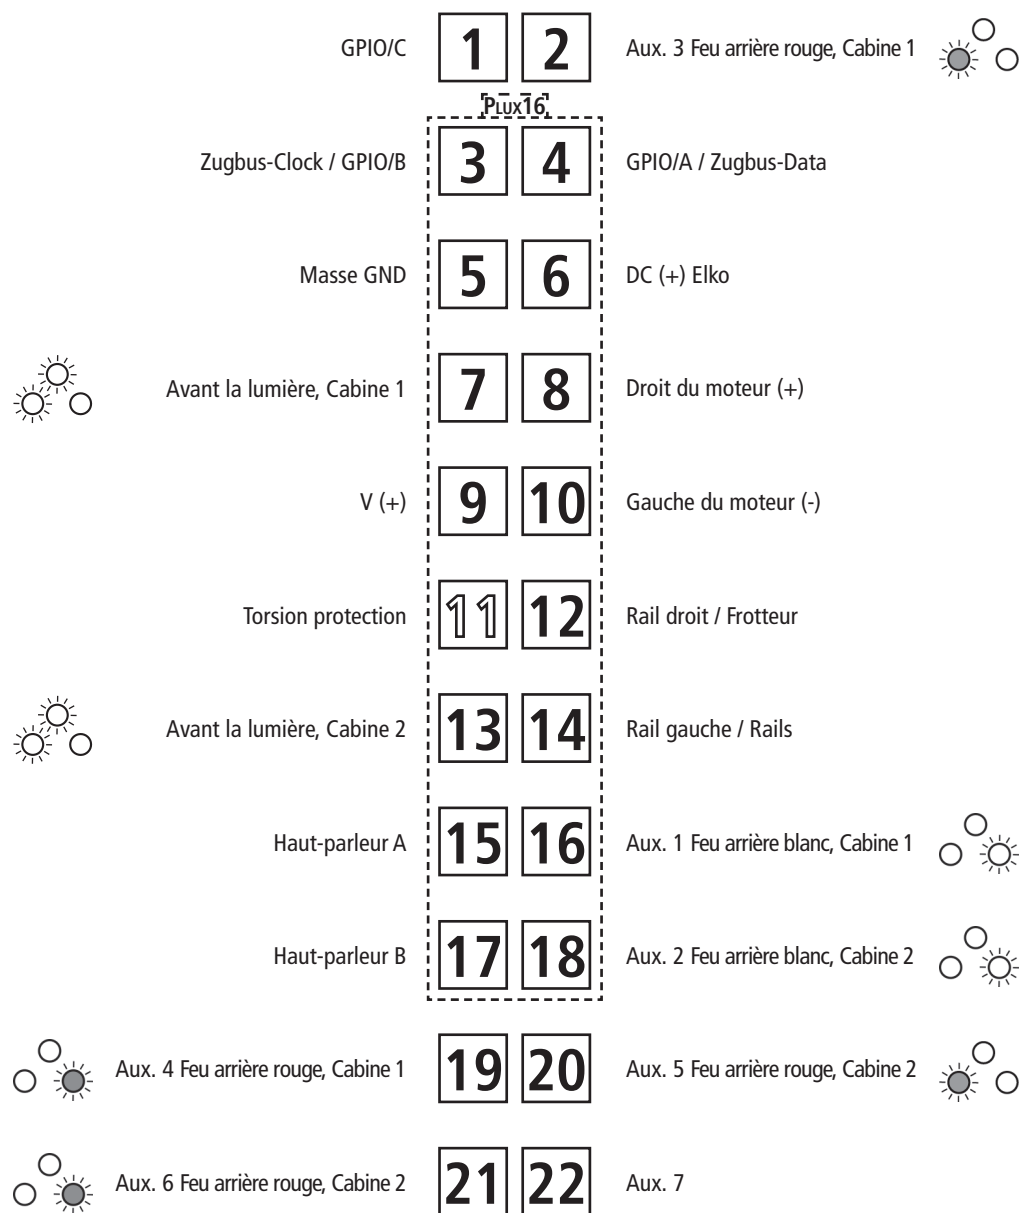

Fig. 6
2. Graissage: N'appliquez **qu'une toute petite goutte** aux endroits indiqués par le plan de graissage (fig. 6) après avoir démonté la caisse de la locomotive (fig. 3). Nous vous recommandons le **graisseur à huile Roco réf. 10906**. Pour graisser les engrenages (roues dentées, vis sans fin) nous vous conseillons la **graisse spéciale Roco réf. 10905** pour engrenages en matières synthétiques. Lorsque vous utilisez cette graisse il faut éviter d'huiler ces composants.